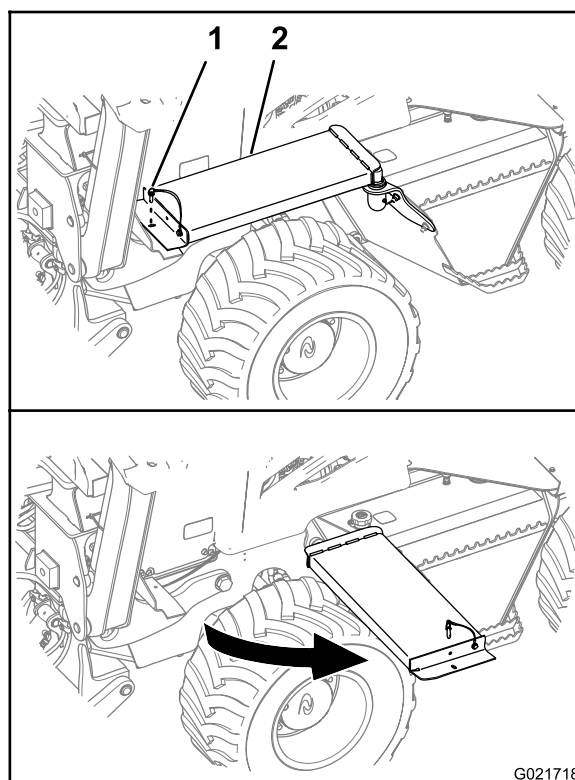

Figure 35
- A. Du côté gauche de la machine, retirez la goupille de retenue de l'extrémité avant du marchepied (Figure 35).
- B. Faites pivoter le marchepied sur le côté de la machine comme l'indique la Figure 35.
- A. Faites pivoter la partie avant du marchepied dans sa position d'origine (Figure 35).
- B. Alignez le trou du marchepied sur le trou dans le support du marchepied (Figure 35).